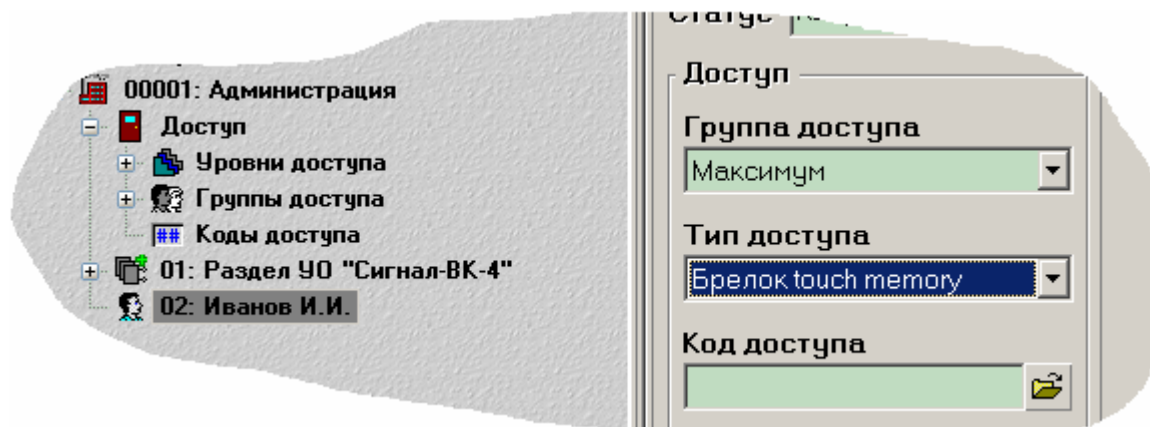
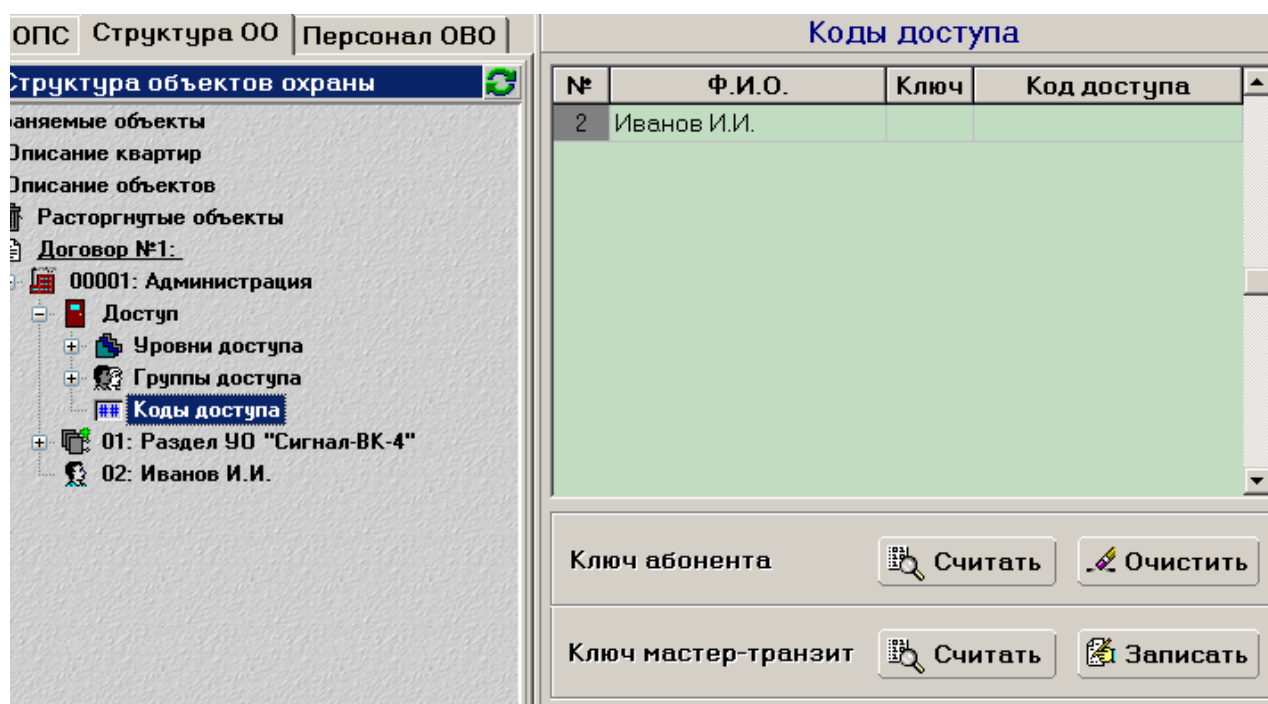

Рисунок 4.25 Окно настройка значения поля Тип доступа и считывания кодов доступа
Рисунок 4.26 Панель для ведения списка кодов доступа и работы с брелком мастер-транзит
1) Добавьте к объекту абонентов и установите для поля **Тип доступа** значение «Брелок Touch Memoгу» (рис. 4.25). Абоненты, для которых установлен тип доступа «Брелок Touch Memoгу» автоматически заносятся в список для программирования брелков мастер-транзит (рис. 4.26).
2) Подключите считыватель, входящий в комплект поставки брелка мастер-транзит к компьютеру. Последовательно поднося пользовательские брелки к считывателю, занесите их коды в БД, используя панель параметров абонентов (рис.4.25) или панель «Коды доступа» (рис. 4.26).
3) Запрограммируйте брелок мастер-транзит, используя команды панели «Коды доступа» (рис. 4.26).